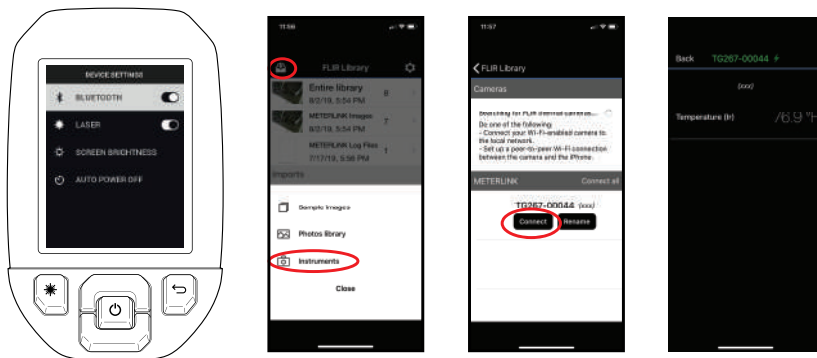

Abbildung 7.1 Koppeln der Kamera mit einem Mobilgerät
1. Schalten Sie die Bluetooth®-Funktion der Kamera ein (*Einstellungen/Geräteeinstellungen*). Abbildungen zu diesem Abschnitt finden Sie in Abbildung 7.1 unten.